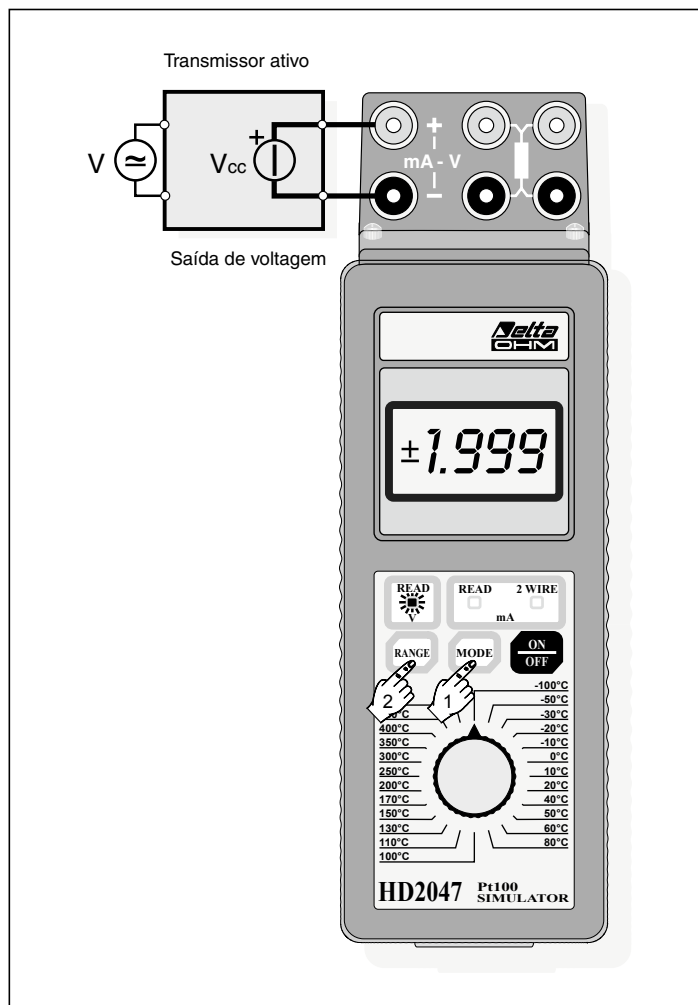

Fig. 1 Medição de voltagem contínua.
Modo de operação (vide Fig.1):
- conecte os fios nos soquetes, conforme indicado na Fig.1;